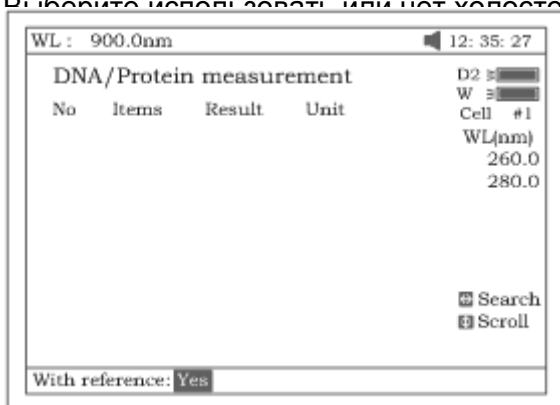

Рисунок 63.
- Выберите холостой раствор или изотонический раствор ("With reference") (рис.63).
*Примечание: если холостой раствор не используется (выбрано «No»), значение оптической плотности (**Abs**) холостого раствора принимается равным «0» (рис.63).*